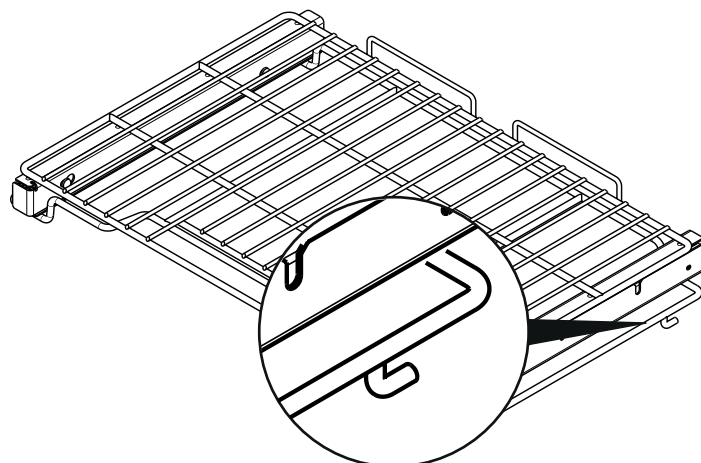

**Figure 14 : Supports latéraux de grille- dents inférieures**
3. Une fois les dents supérieures en place, tenir le support de grille du four à égalité avec le côté du four et insérer les dents inférieures dans les trous inférieurs (Figure 14).
4. Glisser les dents inférieures vers le bas dans les trous inférieurs. Une certaine force peut être requise pour mettre la grille en place (Figure 14).